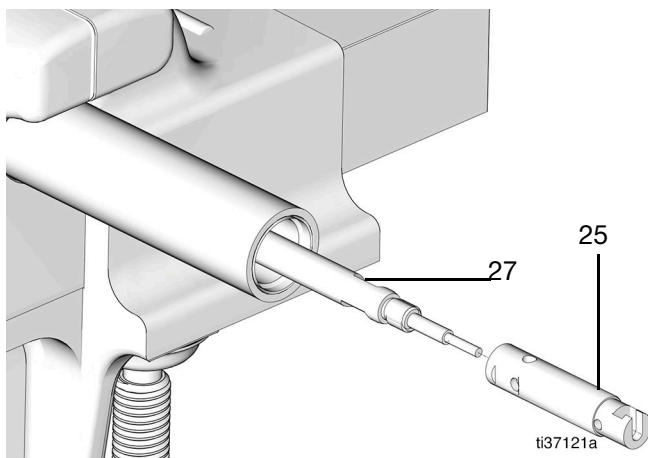
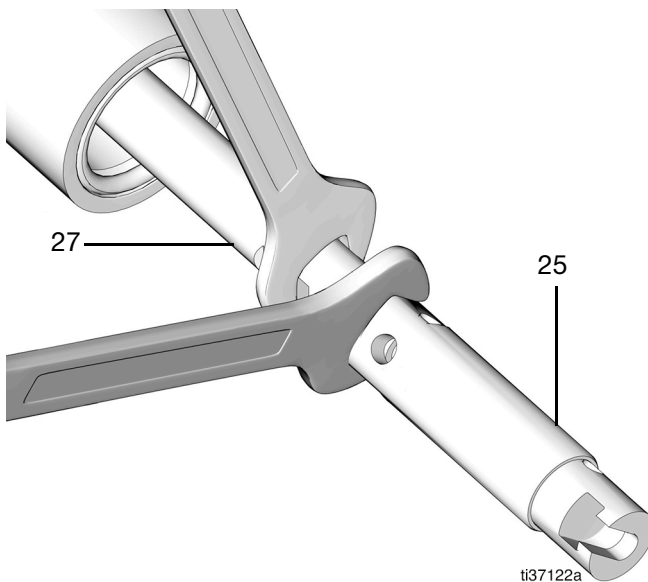

図 57
図 58
11. 中強度のネジ固定剤をポンプロッド (27) のネジに塗ります。
12. ポンプロッド (27) の端にポンプピストン (25) を配置し、レンチで締め付けます (10 ft-lb/13.6 N•m のトルク)(図 57と図 58)。